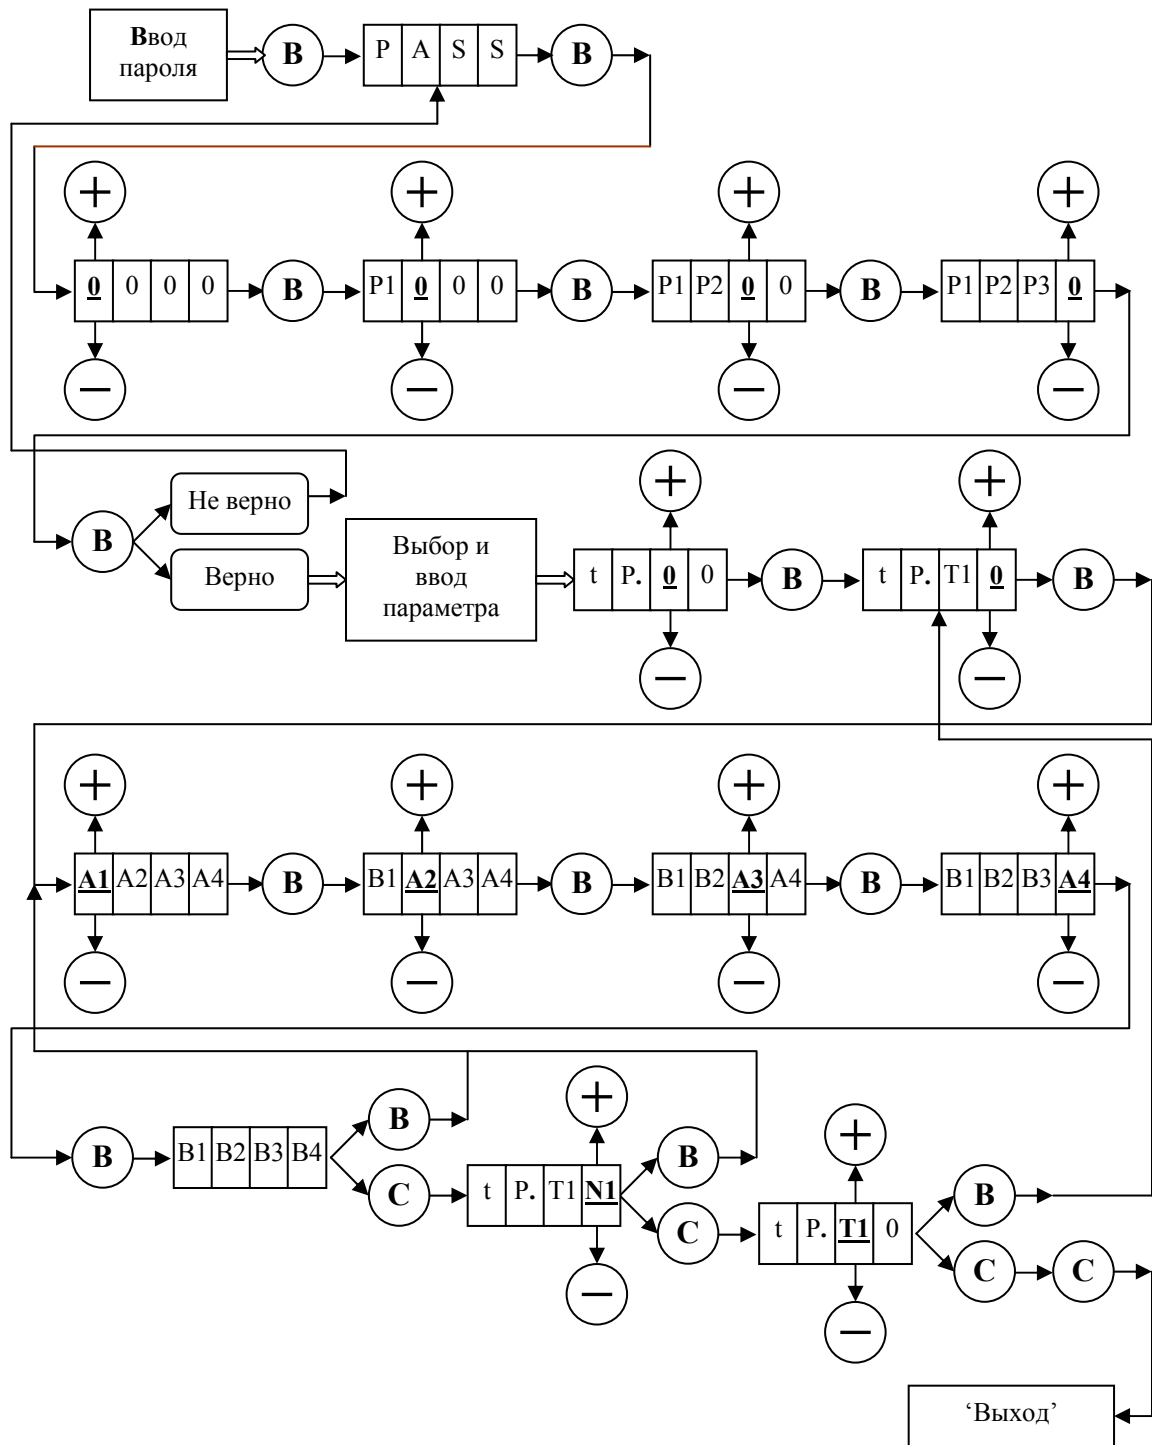

Рис. 3. Ввод параметров ЭД и УСНА с помощью клавиатуры.
3.5.6.11. **Un_P** – пункт меню 1 уровня – редактирование параметров *Устройства*. Этот пункт меню подробно рассмотрен при описании режима ‘*Редактирование параметров УСНА*’. Диаграмма ввода параметров *Устройства* аналогична диаграмме ввода параметров ЭД и изображена на **рис.3**.
3.5.8.3. На **рис. 3** изображена диаграмма ввода параметров с помощью клавиатуры, где кружки с соответствующими надписями обозначают кнопки клавиатуры, причем буква **В** обозначает **ВВОД**, а буква **С** – **СБРОС**.